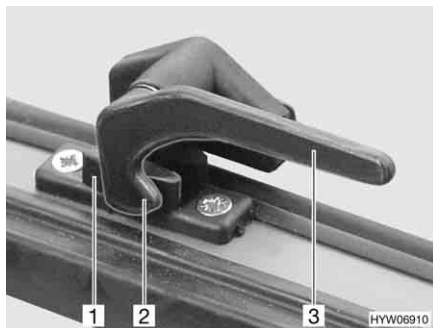

Bild 91 Låsarm i läget "stängd"
- Vrid alla låsarmar (Bild 91,3) ett kvarts varv mot luckans mitt.
- Vrid alla låsarmar (Bild 91,3) ett kvarts varv mot ramen. Låsspaken (Bild 91,2) sitter på insidan av lucklåset (Bild 91,1).
- I läget "helt stängt" (Bild 91)